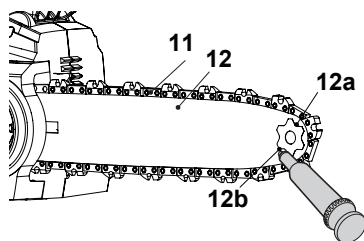

Fig. 38
2. Con una pistola de lubricación desechable, introduzca la punta de la aguja en el orificio de lubricación (12b) (Fig. 38) e inyecte lubricante hasta que aparezca en el borde exterior de la rueda dentada (12a).